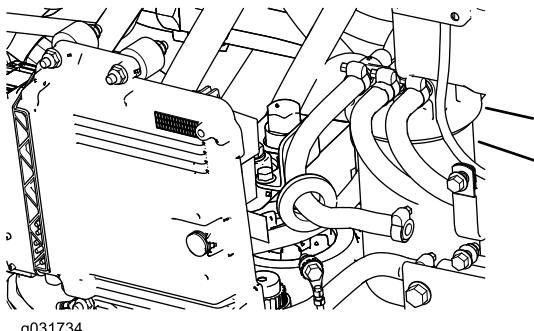

Bild 89
1. Reinigen Sie den Bereich um den Kraftstofffilterkopf (Bild 89).
2. Entfernen Sie den Filter und reinigen die Befestigungsfläche des Filterkopfes (Bild 89).